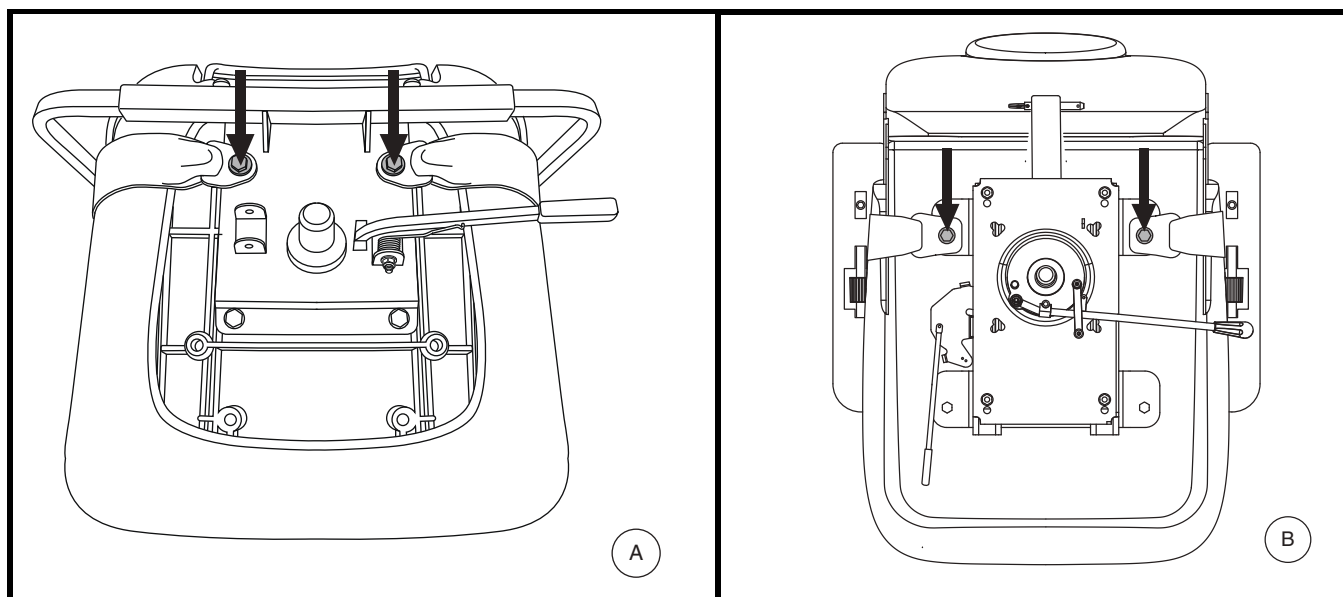

Figure 19. Boulons du Ceinture de positionnement
Votre scooter peut être équipé d'une ceinture de positionnement de type automobile réglable pour votre confort. **Voir la figure 19.** La ceinture de positionnement est conçue pour supporter et empêcher le conducteur de glisser ou d'avancer sur le siège. La ceinture de positionnement n'est pas une ceinture de sécurité.
2. Placez le siège à l'envers pour faire face à sa base. **Voir la figure 19.**